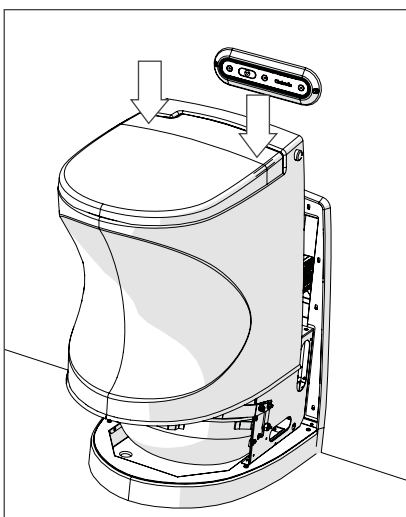

Abbildung 7
10. Senken Sie das Gehäuse ab, indem Sie mit beiden Händen auf den hinteren Teil der Oberseite des Toilettendeckels drücken (Abbildung 7). Stellen Sie sicher, dass der Rahmen in der Toilettenwand (die weiße Leiste) den Rand des Gehäuses umschließt.